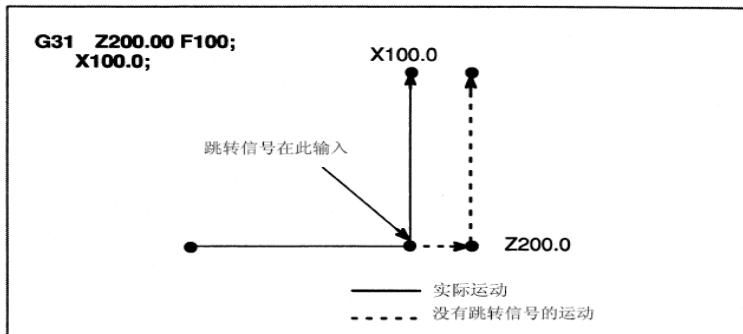

图 3-14
2. G31 的下一个程序段是 1 个轴的绝对坐标编程，见图 3-14